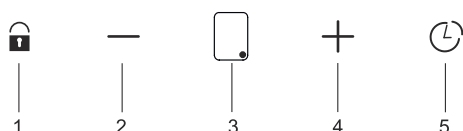

Fig. 25: Aktivering / deaktivering af eftersugfunktion
1. ➔ Hvis der bliver trykket på knappen (Fig. 25/5) på et tilfældig niveau, vil eftersugsfunktionen aktiveres. Så snart timeren begynder at tælle ned, vil aktuelle hastigheds tal på det digitale display begynde at blinke. Efter 15 minutter vil alle funktioner, der blev aktiveret før timeren blive lukket ned.
2. Tryk på timer knappen  (Fig. 25/5).